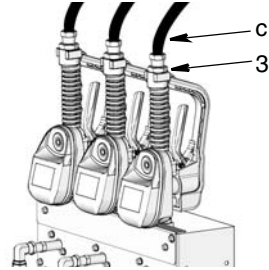

图 17
2. 断开流体分布线 (c) 与管件 (3) 的连接（请参见图 17）。